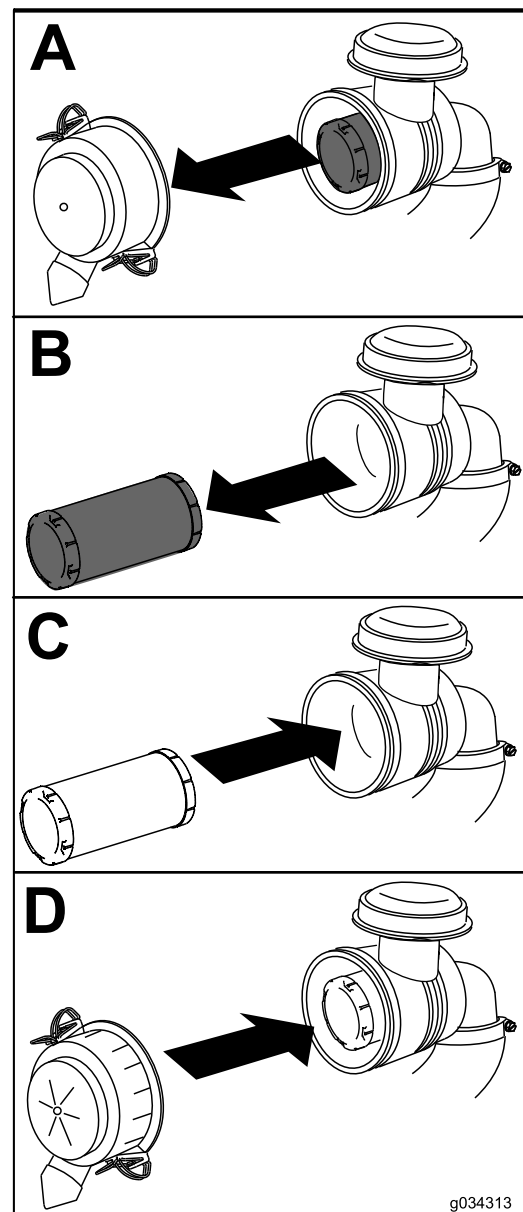

Figura 36
1. Estraete con cautela l'elemento filtrante dell'aria dal corpo del filtro (Figura 36).
4. Montate il coperchio dell'elemento filtrante con il lato indicato come UPUP rivolto verso l'alto e fissate i dispositivi di chiusura (Figura 36).